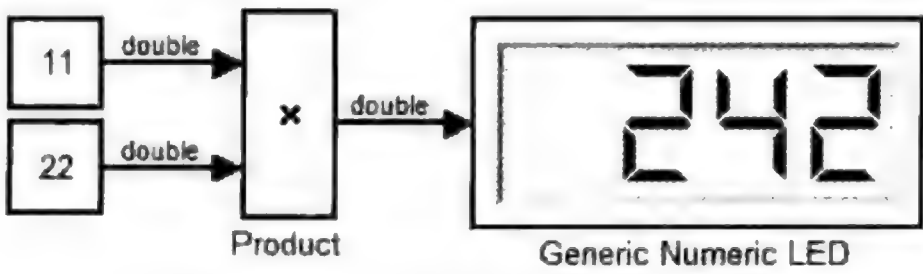
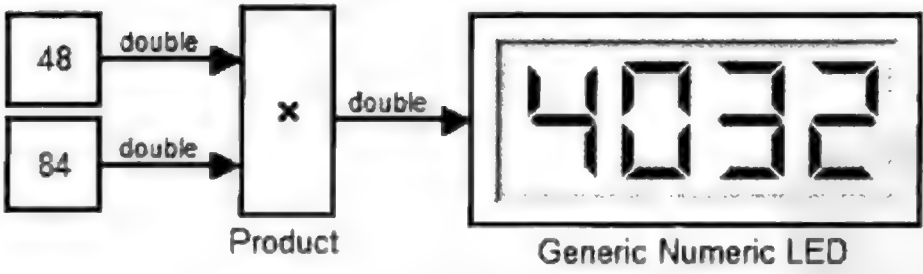
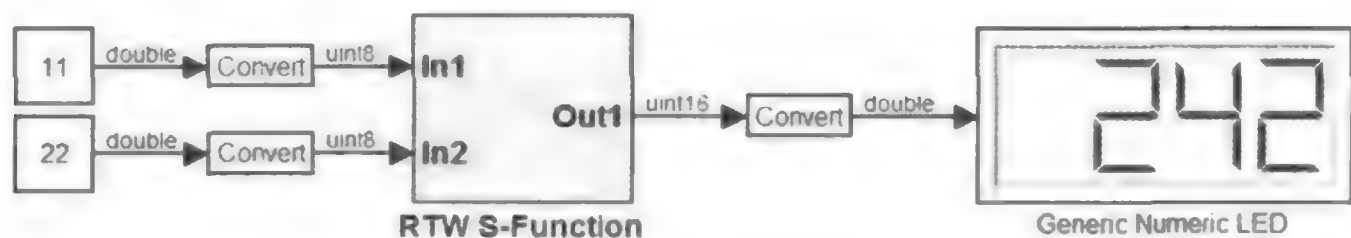
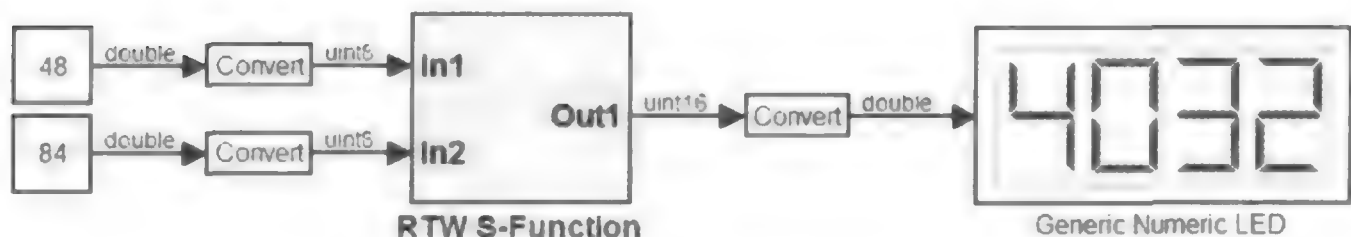

图 5.3.51 功能验证模型仿真结果 1
图 5.3.52 功能验证模型仿真结果 2
图 5.3.61 软件在环测试结果 1
图 5.3.62 软件在环测试结果 2
仿真结果如图 5.3.51、图 5.3.52 所示。
(1) 数据类型转换。在模块库 Simulink→Ports & Subsystems 中找到输入模块与输出模块，替换上述图 5.3.51 中的常数与 LED 模块，并将模型另存。
以 SIL 模块替换图 5.3.51 的 Product 模块,重建验证模型,并在各端口间加入必要的数据类型转换模块。SIL 测试的结果图 5.3.61、图 5.3.62 与图 5.3.51、图 5.3.52 所示结果是一致的。